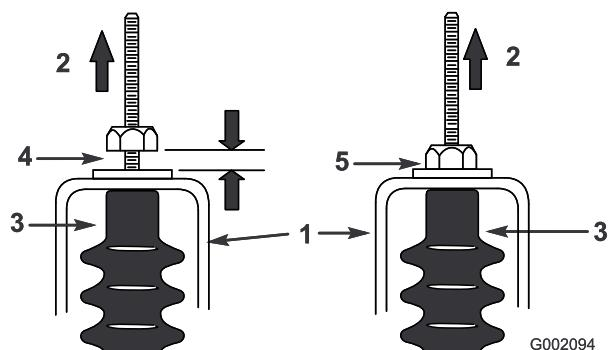

Figure 50
5. Tirez sur chaque câble de sélection et vérifiez qu'un espace de 0,76 à 1,52 mm existe entre l'écrou/rondelle et la patte de réglage du point mort (Figure 50).